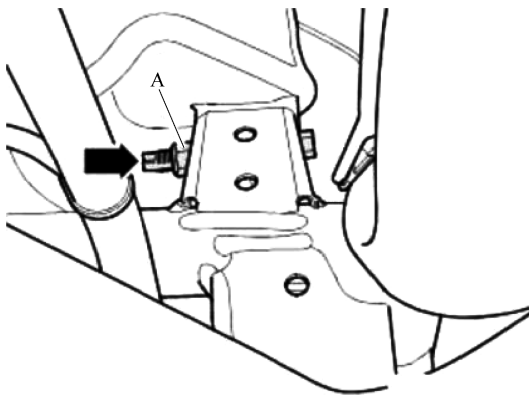

图 7-1-1 调整后桥车轮外倾角
① 对于前轮驱动的汽车,其后轮的车轮外倾角是不可调整的,只能检查。
② 如果测量值处于允许误差之外,则检查后桥是否损坏,必要时进行更换。
① 松开上摆臂到副梁的六角螺母(A),如图7-1-1所示。
② 通过旋转偏心螺栓的六角头(箭头)调整车轮外倾角,如图7-1-1所示。